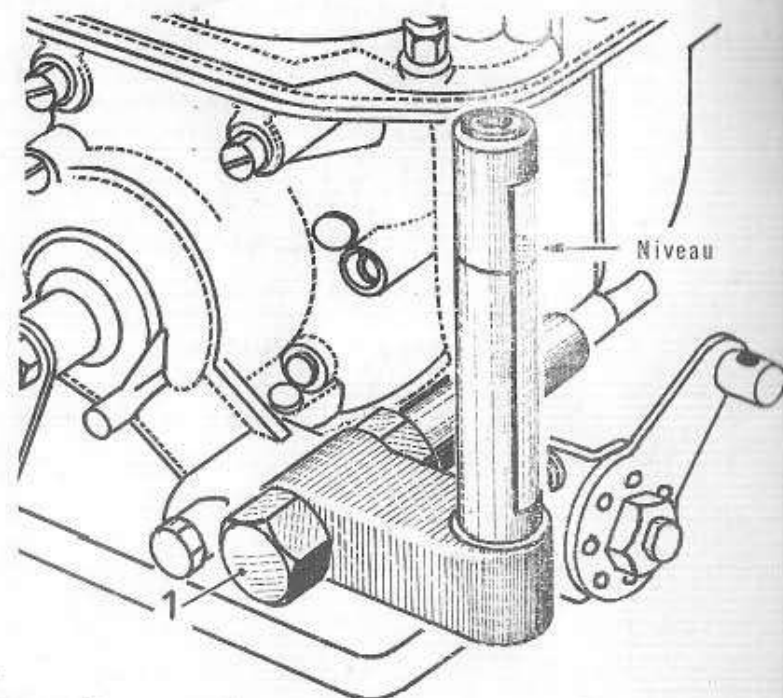

Fig. 6 Niveau Zénith Réf. 5865 pour carburateur Zénith 38 NDIX (moteurs Tigre)
B/ Carburateur 38 NDIX (moteur Tigre) - (Fig. 6)
N.B.- Pour le carburateur 38 NDIX, il existe un tube niveau d'essence (réf. Zénith n° 5865 - Fig. 6). Cet appareil se monte à la place du gicleur de starter. Le niveau doit s'établir à $16 \pm 0,5$ mm par rapport au plan de joint du couvercle (ce niveau est gravé sur le tube).
Couper le circuit électrique, puis déposer le câble et la gaine de commande de starter sur le carburateur. Déposer le gicleur de starter et monter l'appareil Zénith (Fig. 6) à sa place, **le tube étant perpendiculaire au plan de joint du carburateur.** Actionner la pompe par son levier et procéder comme indiqué paragraphe A.
- 6) Engager la commande d'accélérateur dans le levier du carburateur; poser la butée de rappel; la pédale d'accélérateur étant appuyée à fond, la bloquer en laissant une cote A de 5 à 8 mm (Fig.6). Poser le ressort de rappel. Vérifier si les papillons ouvrent et ferment convenablement.